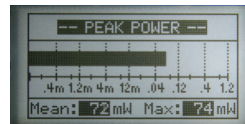

Fig.2
3. Ponga la unidad en la parte trasera del panel para que la unidad esté en el medio de la pantalla. Fije la unidad temporalmente con cinta adhesiva no permanente al panel (fig. 2).